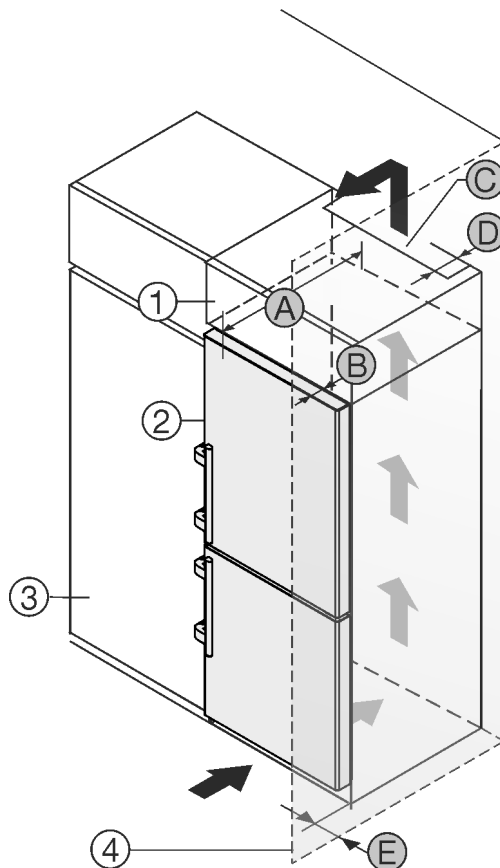

Fig. 2
U kunt het apparaat direct naast de keukenkast *Fig. 2 (3)* opstellen.*
Aan de achterzijde van de opzetkast moet een luchtafvoerkanaal met de diepte *Fig. 2 (D)* over de volledige breedte van de opzetkast aanwezig zijn.*
Onder het plafond moet de ventilatiedoorsnede *Fig. 2 (C)* worden aangehouden.*
Als u het apparaat met de scharnieren naast een wand *Fig. 2 (4)* plaatst, moet de afstand tussen het apparaat en de wand minimaal 57 mm bedragen. Dit komt overeen met de uitsteekmaat van de handgreep bij geopende deur.*
Om de deuren volledig te kunnen openen, moet het apparaat overeenkomstig de deurdiepte *Fig. 2 (B)* ten opzichte van het keukenkastfront uitsteken. Afhankelijk van de diepte van de keukenkasten *Fig. 2 (3)* en het gebruik van de wandafstandshouders kan het apparaat verder uitsteken.*